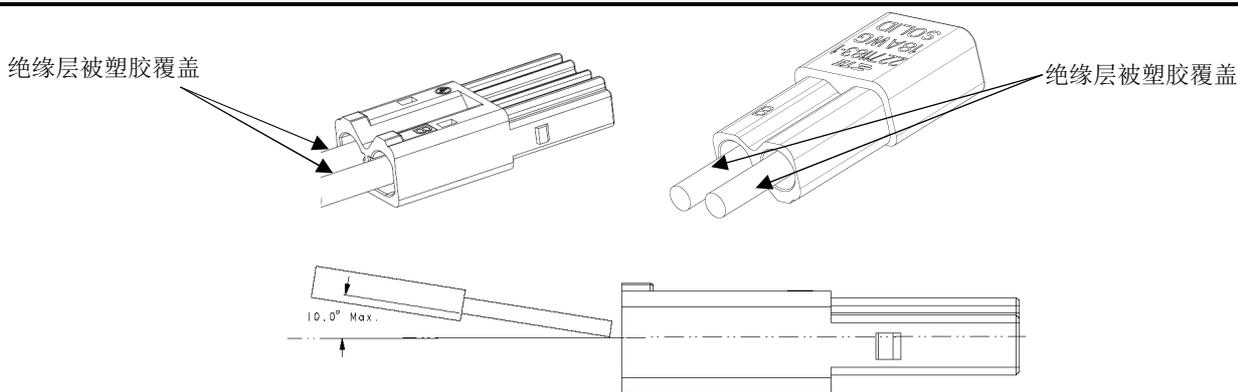

图 3
1. 将准备好的线材插入插头连接器或者插座连接器上的线材容纳孔内，为了使操作顺利进行，手持部位应尽可能地接近剥线部位，线材插到位后无法继续插入。插入过程中线材与线材容纳孔的轴线之间的角度应控制在 $10^\circ$ 以内。（图3）